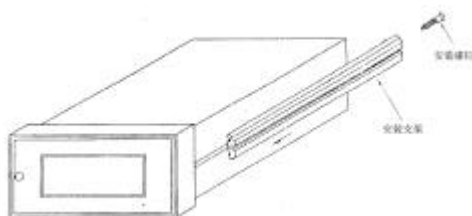

图 2 带有安装架和螺钉的面板仪表
2. 从仪表的面板上卸下安装螺钉和安装架，并将面板仪表插入开口中（参见图 2）。